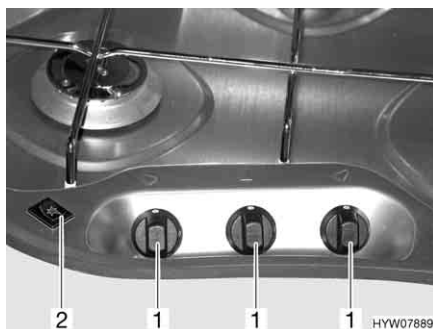

Fig. 111 Elementi di comando (fornello a gas)
- ▷ Nei forneli a gas senza accensione elettronica, non è presente il rispettivo interruttore a bilico (Fig. 111,2).
- Ruotare il pomello girevole (Fig. 111,1) dell'impianto a fiamma libera desiderato in posizione accesa (fiamma alta).
- Accensione elettronica: Premere l'interruttore a bilico (Fig. 111,2). Sul bruciatore vengono prodotte scintille.